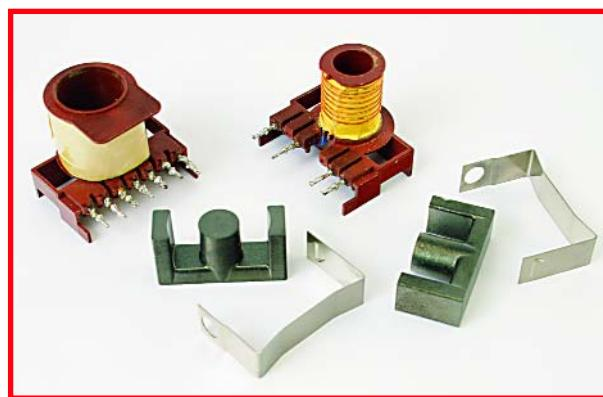

Figure 4.
**figure 4**. Les enroulements du primaire et du secondaire sont bobinés sur 2 corps distincts. Des collerettes au niveau des parties frontales assurent des trajets de fuite suffisants. Il est facile de cette façon de remplir les normes de sécurité. Mais cette approche présente également des inconvénients. Ces corps de bobine coûtent cher; les transfos sont souvent plus encombrants qu'ils ne devraient